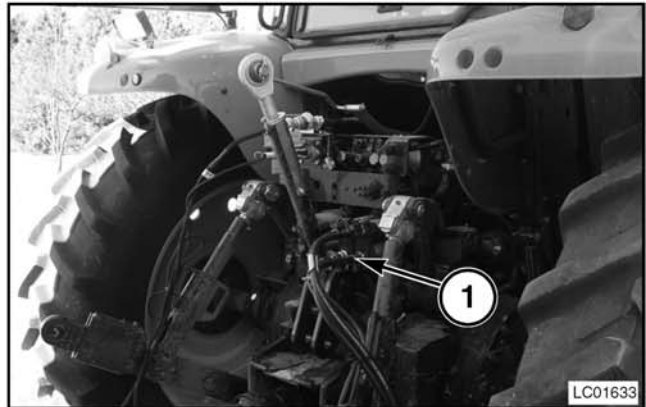

FIG. 10
Fig. 10: máquinas con dependencia del hidráulico del tractor, utilizan como fuente hidráulica el sistema hidráulico (1) del mismo para operar las funciones de la enrolladora.